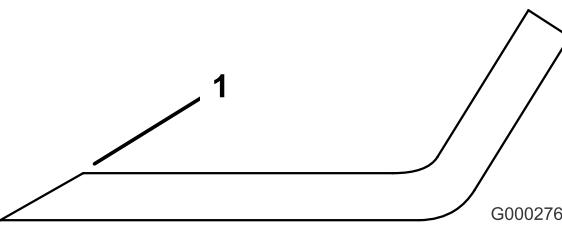

Figura 80
1. Utilice una lima para afilar el filo de corte en ambos extremos de la cuchilla (**Figura 80**).